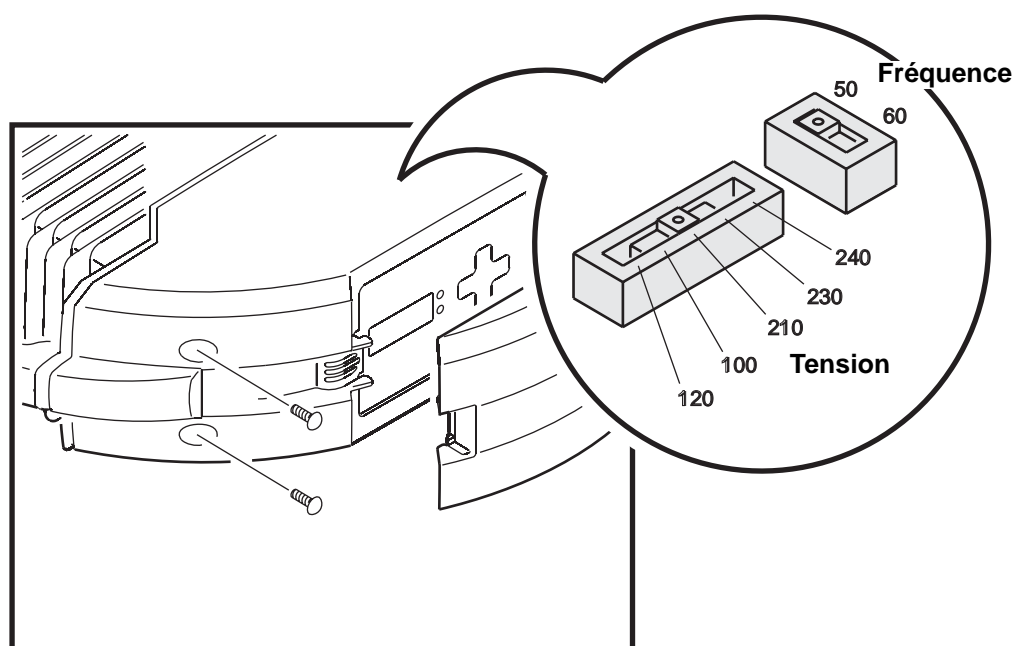

Figure 2: Réglage de tension et de fréquence
2. Voir Figure 2. Dévissez les 4 vis Phillips du capot latéral côté afficheur, de part et d'autre de l'afficheur et dégagez le couvercle de l'appareil.